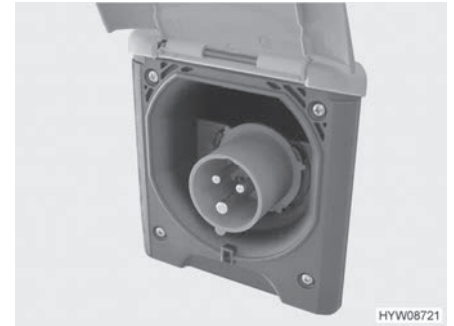

Bild 87 230-V-Anschluss am Fahrzeug (CEE-Steckdose)
- Abdeckung des 230-V-Anschlusses am Fahrzeug öffnen (Bild 87) und Steckkupplung einstecken. Darauf achten, dass die Rastnase des federgespannten Klappdeckels eingerastet ist.